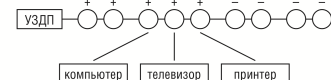

Рис. 7. Недостаток зоны обслуживания (пример). Знаком + отмечены розетки в зоне обслуживания, знаком – вне ее.
8.4.4. Если срабатывание не происходит, значит, подключенная розетка не входит в зону функционирования. При недостаточном охвате защищаемой цепи зоной обслуживания могут быть приняты дополнительные меры к ее расширению. В типичном случае недостаточно сильный сигнал от искрения (и, соответственно, от СРЕДСТВА КОНТРОЛЯ) может исходить из розеток, следующих по цепи за розетками, к которым подключены потребители с импульсными источниками питания (компьютеры, телевизоры, цифровые приемники, импульсные трансформаторы для питания галогенных ламп и т.п.), ослабляющие сигнал (см. Рис.7).